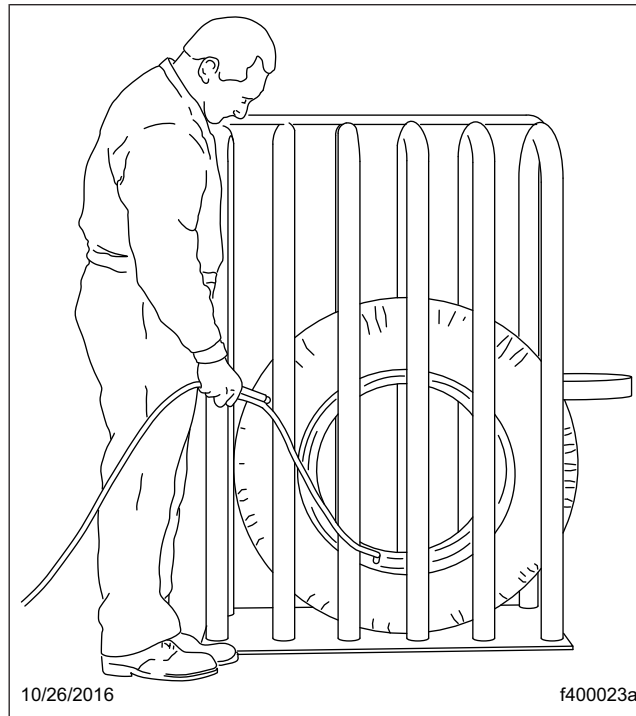

Fig. 12, Cage de sécurité pour le gonflage de pneus
- Placez le pneu dans une cage de sécurité ou dans un dispositif de retenue portable approuvé. Reportez-vous à la **Figure 12**.